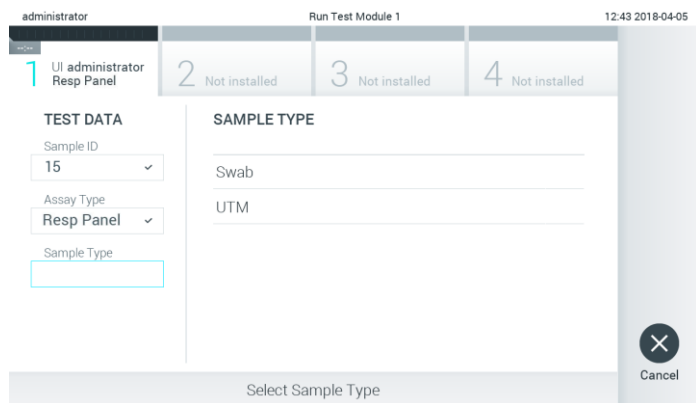

图 72. 选择样本类型。
5. 会自动填充 Assay Type（检测类型）字段，如果需要，还必须从列表中选择相应的 Sample Type（样本类型）（图 72）。